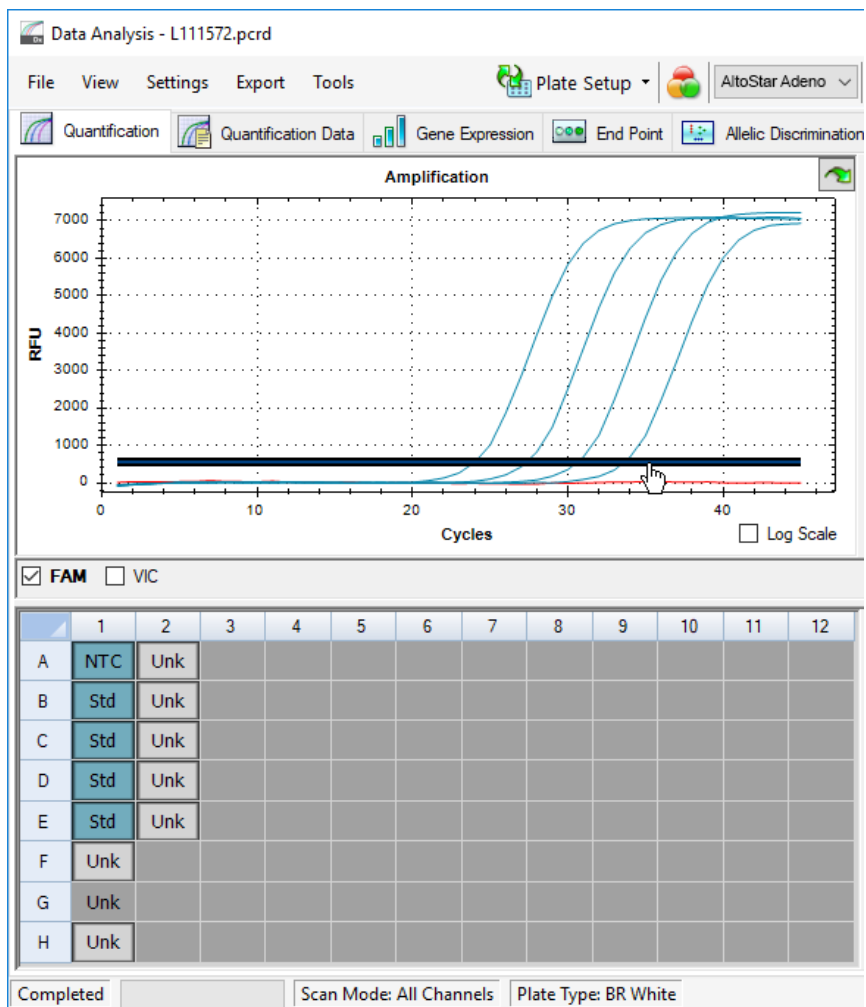

Figura 10: Ventana Data Analysis (análisis de datos): configuración del umbral FAM™
5. En la parte izquierda de la ventana Data Analysis (análisis de datos) quite la marca de la casilla de verificación **VIC** y marque la casilla **FAM** para el canal de detección del Adenovirus objetivo (consulte la figura 10).
6. Seleccione únicamente los pocillos que contienen el NTC y el QS en la vista de placa de la ventana Data Analysis (análisis de datos) (consulte la figura 10).
7. Arrastre el pocillo de umbral por encima de la señal del NTC hacia el área exponencial de las señales de QS (consulte la figura 10).